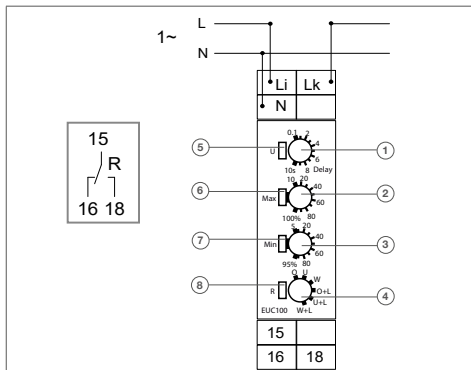

Fig 1: Design and layout of the device
- Das Gerät gemäß nach Bild 1 anschließen und verdrahten.